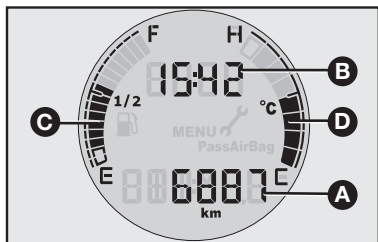

fig. 34
INFORMAÇÕES NO DISPLAY - fig. 34
- Relógio (**B-fig. 34**).
- Hodômetro total (**A-fig. 34**).
- Indicação do nível de combustível (**C-fig. 34**).
- Indicação da temperatura do líquido de arrefecimento do motor - **D-fig. 34**.